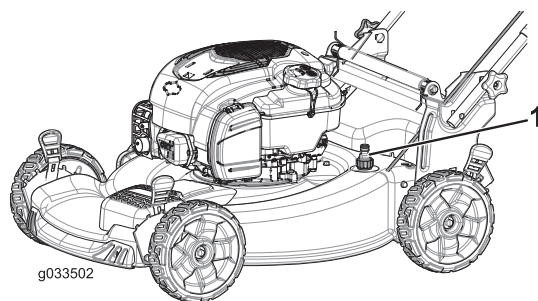

Figure 26
4. Branchez un tuyau d'arrosage, relié à une arrivée d'eau, à l'embout de lavage de la machine (Figure 26).